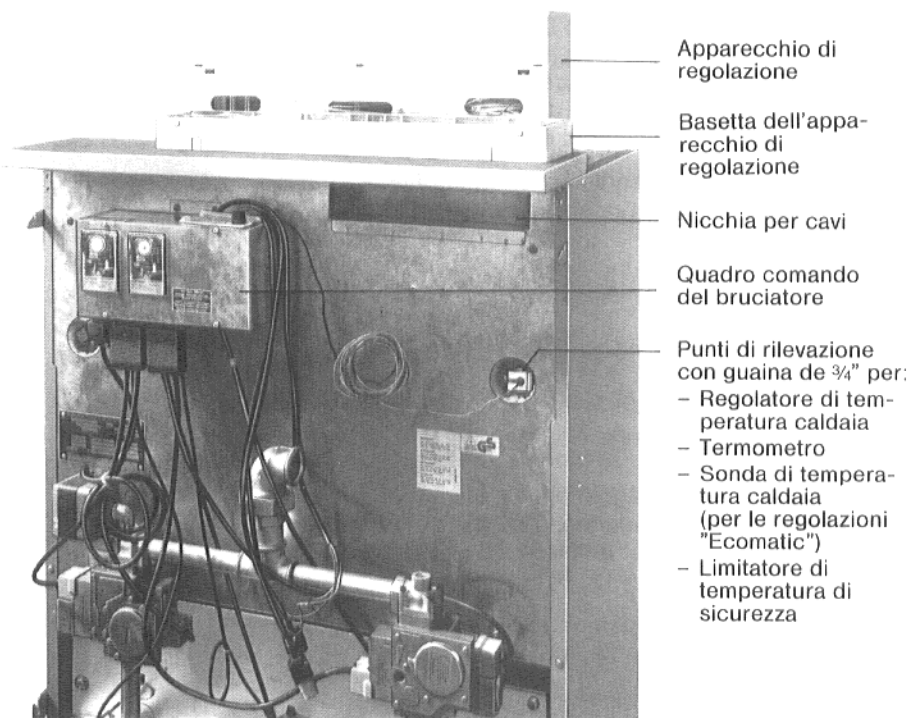
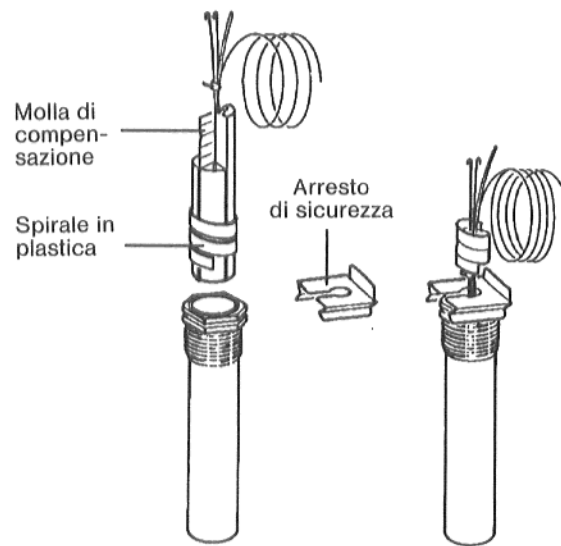

Fig. 8: G324LZ Lownox, senza pannello frontale
Fig. 11: Guaina d'immersione e sonde di temperatura
6. Condurre il cavo di controllo dal quadro comando del bruciatore all'apparecchio di regolazione (Fig. 8) e collegare i conduttori di protezione ai morsetti 17 e 18.
7. Srotolare i tubetti capillari delle sonde di temperatura quanto sufficiente per giungere al punto di rilevazione destro (Fig. 8).
8. Immettere a fondo le sonde nella guaina (pozzetto, Fig. 8). Le spirali in plastica vengono automaticamente espulse (Fig. 11). Le molle di compensazione devono essere coimmesse nella guaina (Fig. 11).
9. L'arresto di sicurezza della sonde, a corredo fornitura apparecchio di regolazione, deve essere premuto da sopra o lateralmente sulla testa delle guaine d'immersione (pozzetti, Fig. 11).
12. Collocare la lunghezza eccedente dei capillari nella nicchia per i cavi (Fig. 8).